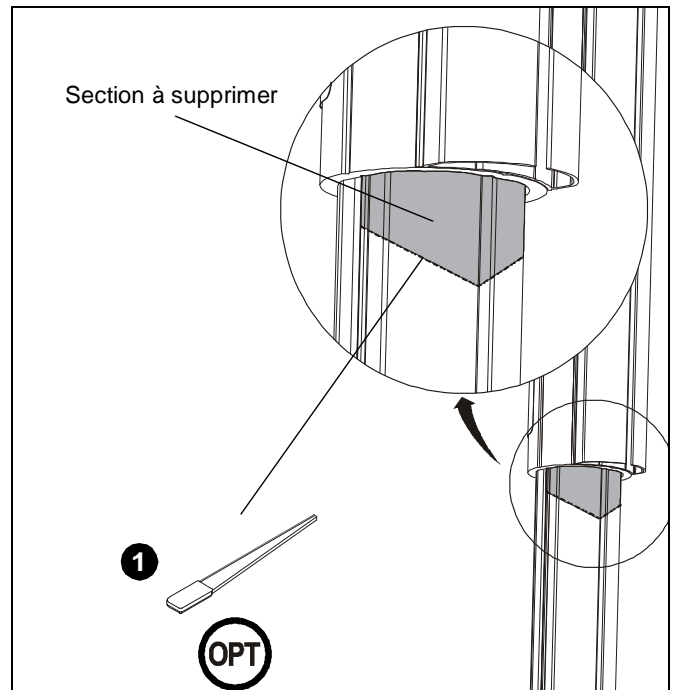

Abb. 21
1. **(Optional)** Verwenden Sie ein Allzweckmesser, um einen Teil der unteren Kabelabdeckung abzuschneiden, um mehr Platz für die Überleitung der Kabel in die obere Kabelabdeckung zu schaffen. (Siehe Abb. 21)